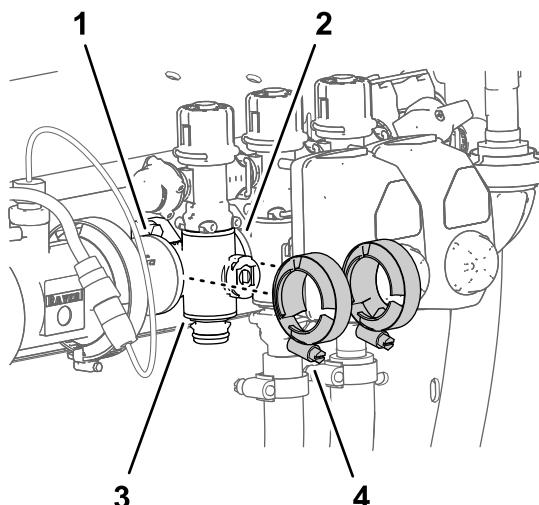

Bild 119
4. Befestigen Sie die Flanschklemmen, die Sie in Entfernen des Abschnittverteilerventils \(Seite 86\) entfernt haben, lose an den Flanschen des Abschnittventilverteilers und an den Flanschen der anderen Abschnittventile und/oder am Kupplungsadapter (Bild 119).
7. Ziehen Sie die zwei Flanschklemmen mit der Hand an (Bild 119).